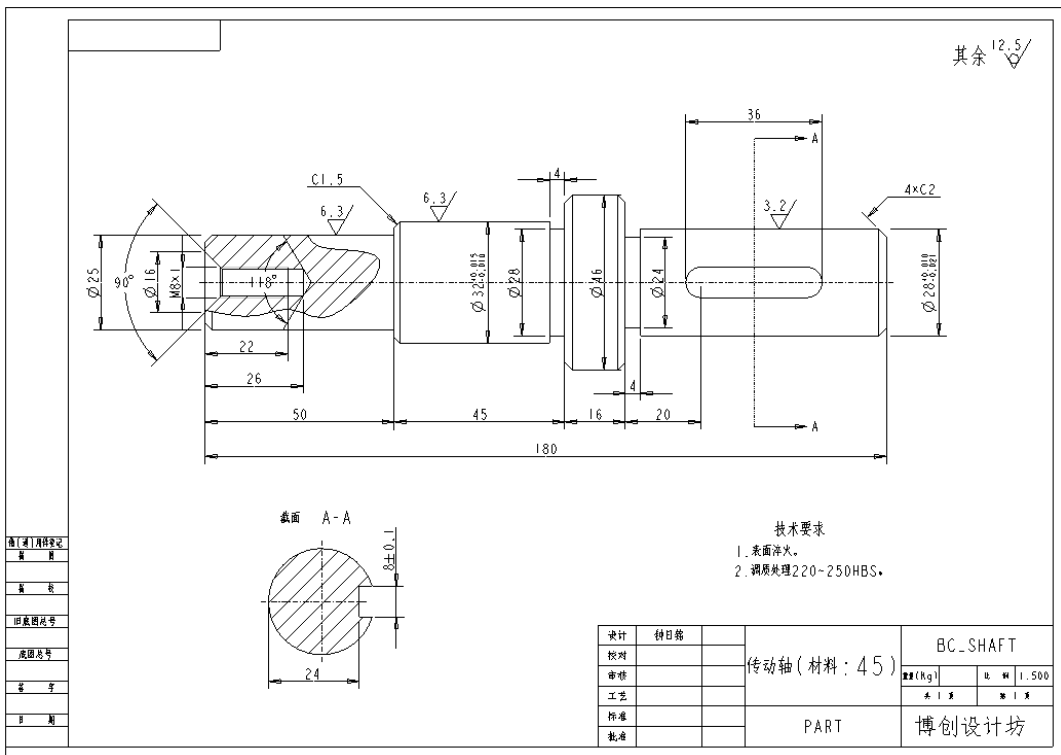

图 12-138 参考的工程图
- 4 根据设计要求, 双击标题栏的其他要填写的单元格以进行填写操作, 并对相关注释文本的高度和放置位置进行合理性调整。进行此步骤后完成的工程图效果如图 12-138 所示。